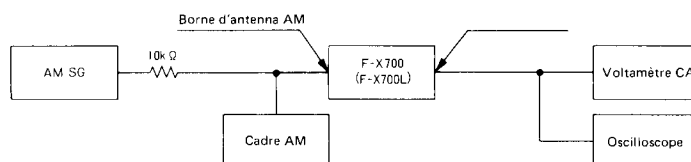

Fig. 12-2 Schéma de câblage du réglage AM
- Exécuter les branchements comme indiqué par la figure 12-2.
- Presser la touche AM (LW) pour régler sur le mode AM (LW).